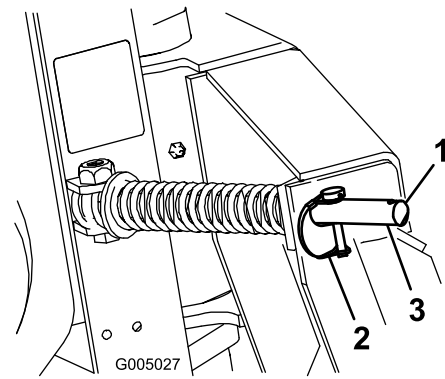

Figura 6
1. Coloque los pasadores de seguridad en los taladros exteriores de las varillas de los muelles para permitir que el arado se mueva de un lado a otro (Figura 6).
1. Mueva los pasadores de seguridad a los taladros interiores de las varillas de los muelles para impedir el movimiento lateral (Figura 6).